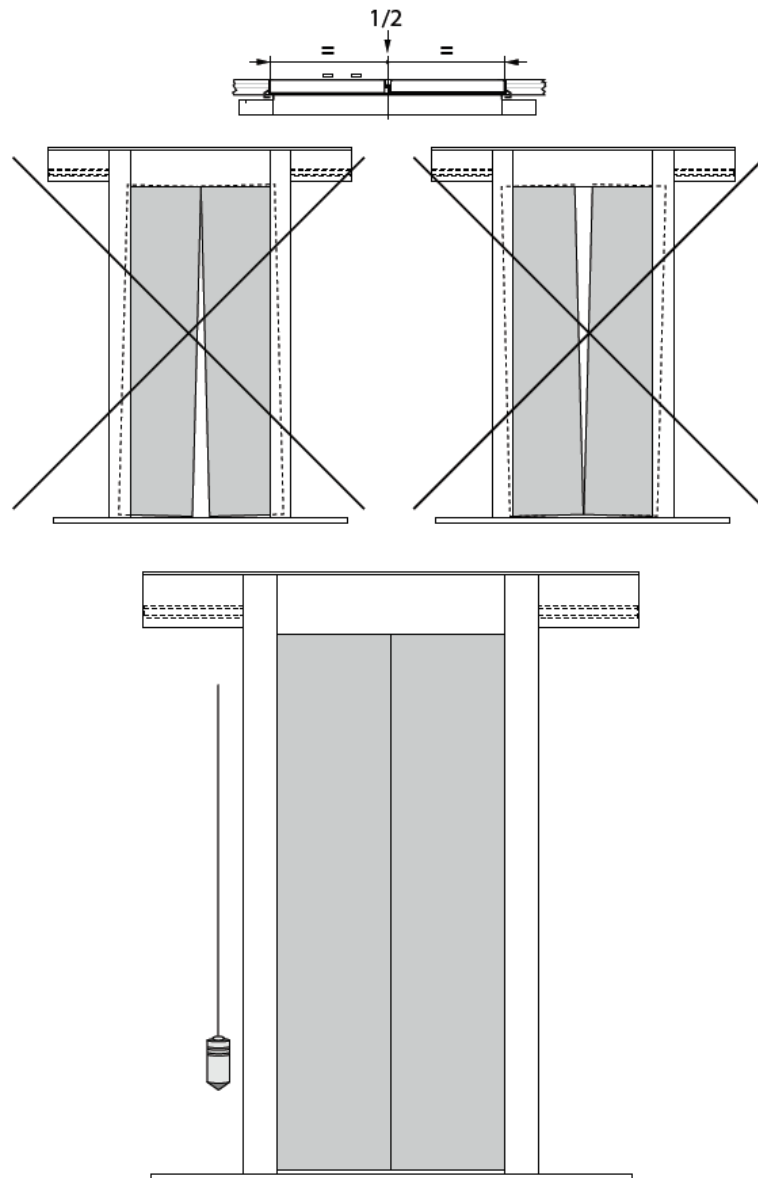

Рис.13.а
6.1.14 Проверить правильность установки дверей шахты, используя мерный уровень.(рис.13.а)
Внимание! Сборка портала дверей с телескопическим открыванием выполняется по аналогичному методу сборки портала с центральным открыванием. **Обратите внимание на различие в конструкции портала с телескопическим открыванием: одна стойка портала отличается от другой** (рис.13.б)